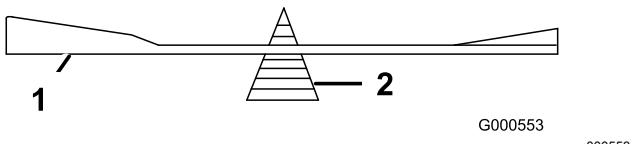

Figura 71
2. Verifique o equilíbrio da lâmina colocando-a num equilibrador de lâminas (Figura 71).